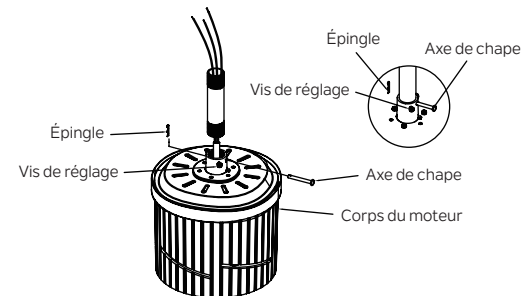

Fig. 8
Étape 4. Faites passer avec précaution les fils du ventilateur et le câble de sécurité à travers la tige descendante. Vissez la tige descendante sur l'accouplement du moteur jusqu'à ce que les trous des broches de la chappe soient alignés. Ensuite, remplacez l'axe de chape et l'épingle, puis serrez les deux vis de réglage. (Fig. 8)